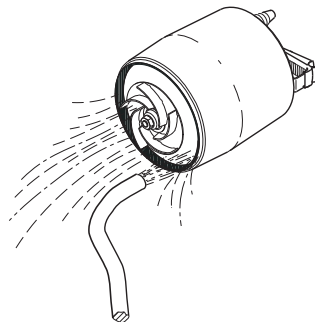

Fig. 12 Como lavar a bomba
4. Limpe e lave o interior da bomba de modo a remover quaisquer impurezas entre o motor e a camisa da bomba. Limpe o impulsor. Consulte a fig. 12.